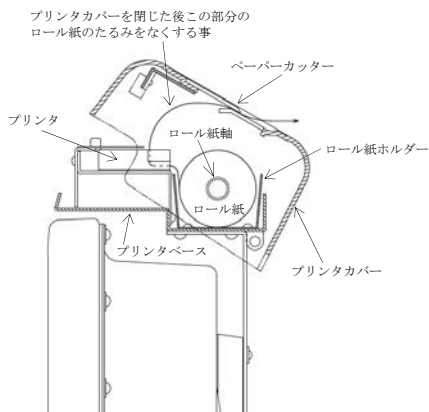
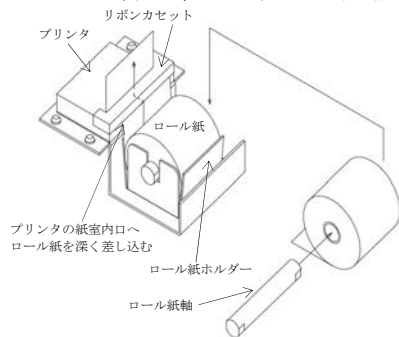

図1 プリンタカバー
図 4 プリンタ
- ①プリンタカバーを開けてください。(図1参照)
- ①プリンタカバーをあけてください。(図1参照)
- ②ロール紙の先端をプリンタの紙室内口に深く差し込んだまま**シフト**キーを押した後、**2 紙送り**キーを押し、紙送りをしてください。ロール紙をプリンタの紙出し口から約80mmほど出してください(図4参照)。**2 紙送り**キーを押し続けている間、紙送ります。
- ③ ロール紙軸をロール紙に通し、ロール紙ホルダーにセットしてください。(図 4 参照)
- ④ プリントより出ているロール紙の先端をペーパーカッターの下へ差し込みます。
- ⑤ プリントカバーを閉じて、ロール紙のたるみを無くしてください。(図 1 参照)